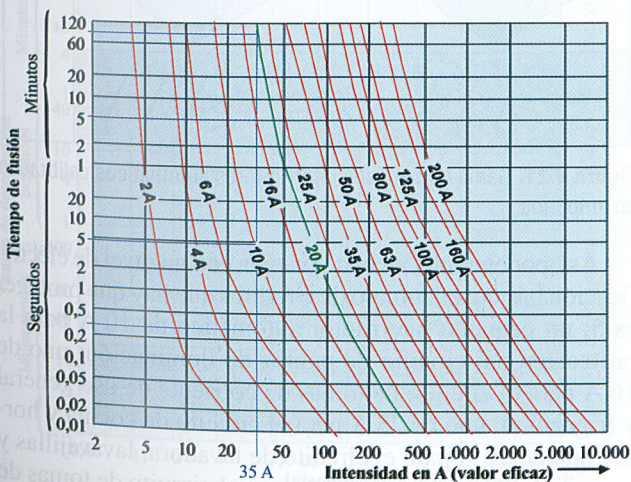

Figura 5.19. Curvas de fusión de una gama de cartuchos fusibles comerciales.
En la Figura 5.19 se dan las curvas de fusión de los cartuchos fusibles de una cierta gama comercial. En el eje (X) se representan los valores de la intensidad. En el eje (Y) aparecen representados los tiempos de respuesta del fusible. Para averiguar este tiempo, basta con trazar una recta, perpendicular al eje X, desde la intensidad del fallo hasta la intersección con la curva correspondiente al calibre del fusible.
de 16 A tarda 5 minutos en fundirse cuando se lo somete a un paso de corriente de sobrecarga de 30 A, según las curvas de la Figura 5.19. En ciertas aplicaciones este tiempo puede ser suficiente para destruir alguna parte vulnerable de la instalación.